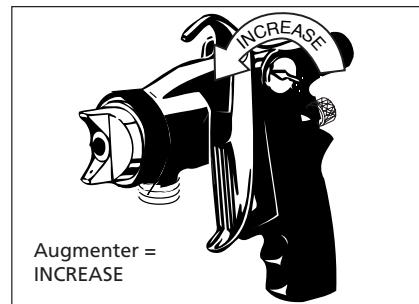

Fig 14 - Ajustement pour configuration fin
- Pour un ajustement de configuration fin, tourner le bouton de réglage du flux d'air au sens des aiguilles d'une montre pour réduire et au sens contraire des aiguilles d'une montre pour augmenter le flux (Voir Fig. 14). La réduction du flux d'air aide à réduire la sur-pulvérisation.